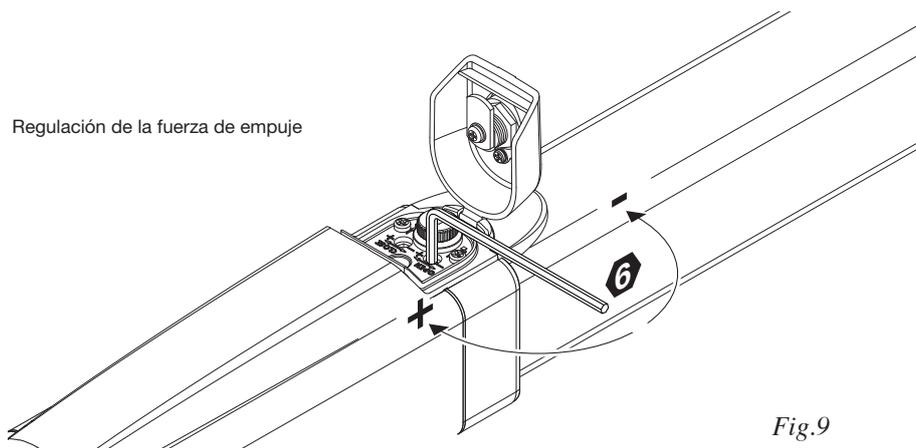

Fig.9
- Abrir la puertecilla de protección y con el auxilio de una llave hexagonal de 6 mm, regular la fuerza (Fig.9).